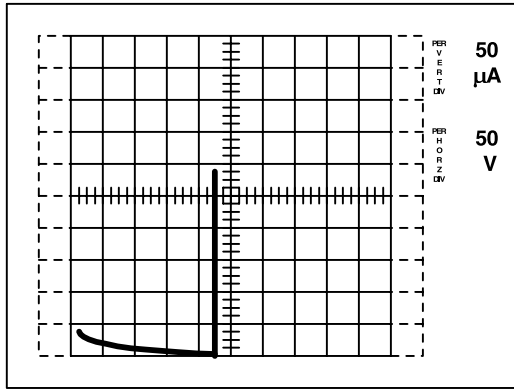

Рис.2. Форма сигналов напряжения пробоя сток-исток (BV_{DSS})
9. Подключите прибор с помощью ключа LEFT/RIGHT. Увеличивайте напряжение питания коллектора с помощью ручки VARIABLE COLLECTOR SUPPLY до тех пор, пока ток, указываемый кривой на экране, не достигнет 250 мкА. (См. рис.2). Считайте значение BV_{DSS} с экрана.